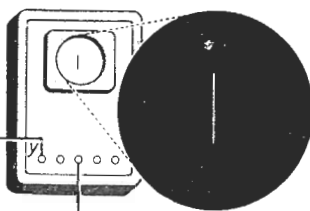

Fig. 78b
- Zet het X -kanaal op „extern”. Regel de frequentie van de generatorspanning tot de laagste waarde waarbij de hoogte van het oscillogram (fig. 78b) maximaal is; de Y -versterking kan hierbij naar wens worden geregeld.